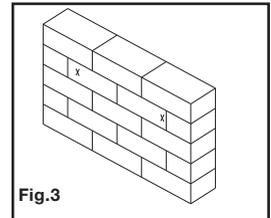

Fig.3
- Perfore dos orificios de 10 mm (3/8") en la pared usando la plantilla como guía. Retire de los orificios cualquier polvo en exceso (ver la Fig. 3).
- Retire la plantilla de la pared e inserte un ancla de concreto (C) en cada orificio de manera que quede al ras contra la superficie de concreto. Se puede usar un martillo para golpear ligeramente las anclas en su lugar.